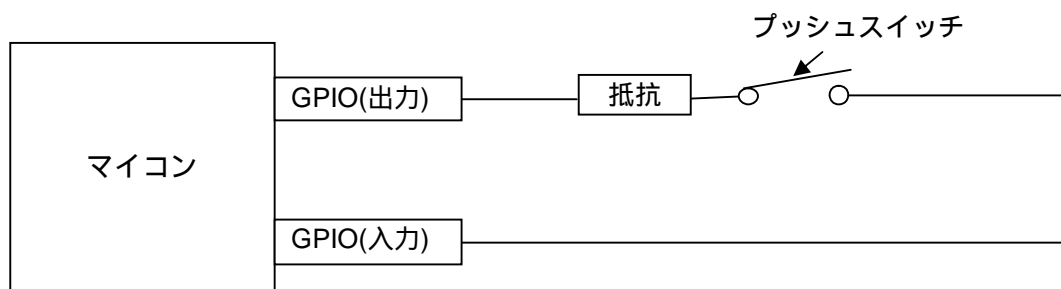

図 2.4 タッチセンサ使用の回路構成 (例)
タッチセンサの回路構成例を図 2.4 に示します。
- (1) 図2.4のマイコンGPIO(出力)からHigh出力をします。
- (2) 図2.4のマイコンGPIO(入力)でGPIO(出力)の出力結果を確認します。
- (3) このとき図のプッシュスイッチが接続されていれば、Highを入力として検知します。プッシュスイッチが接続されていなければ、Lowを入力として検知します。